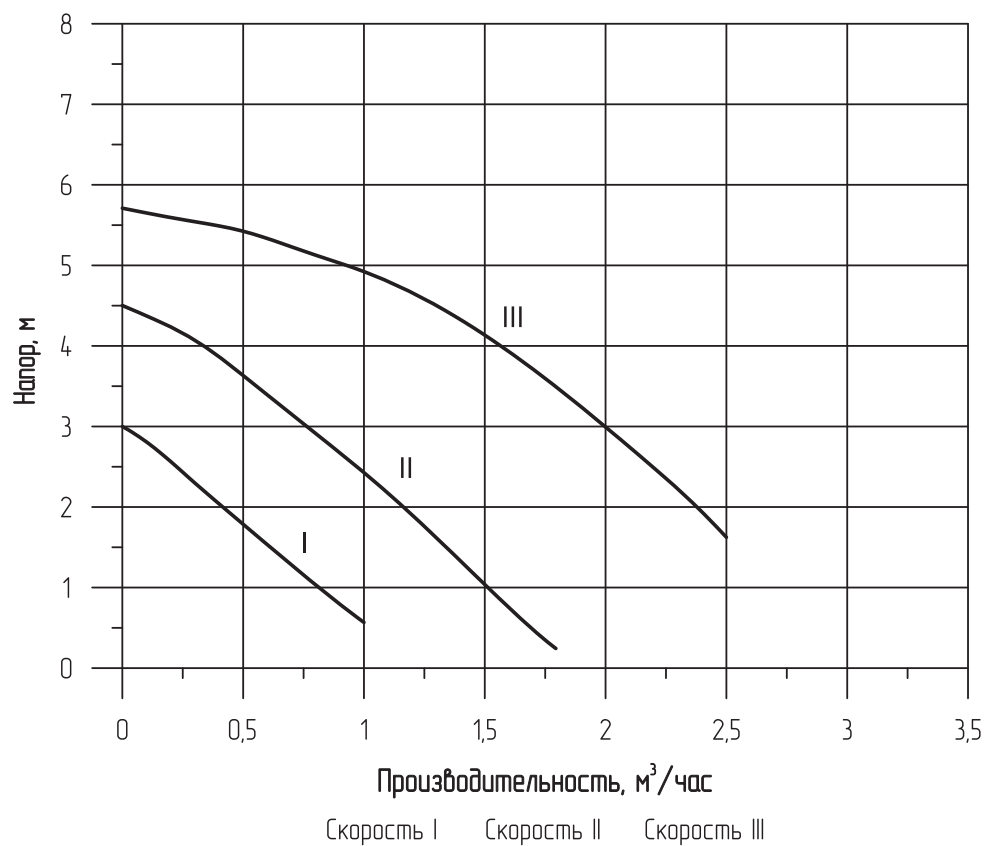

**Рис. 1 Остаточный напор для циркуляционного насоса 15-60S
** График остаточного напора для циркуляционного насоса показан на Рис. 1.